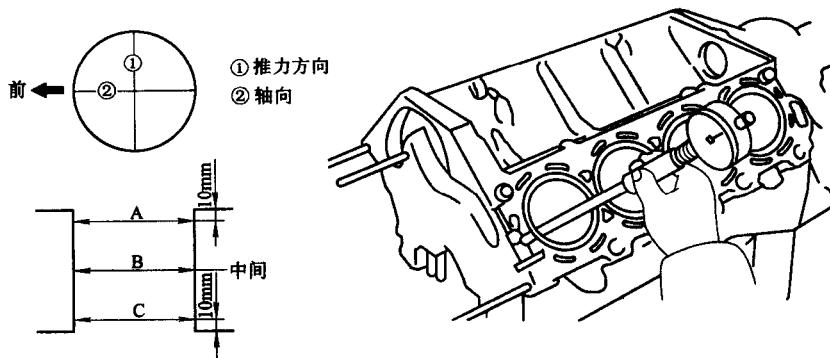

图 1-9 气缸内径测量部位示意图
1) 测量部位：选用适当量程的内径百分表按图 1-9 所示的部位和要求进行测量。